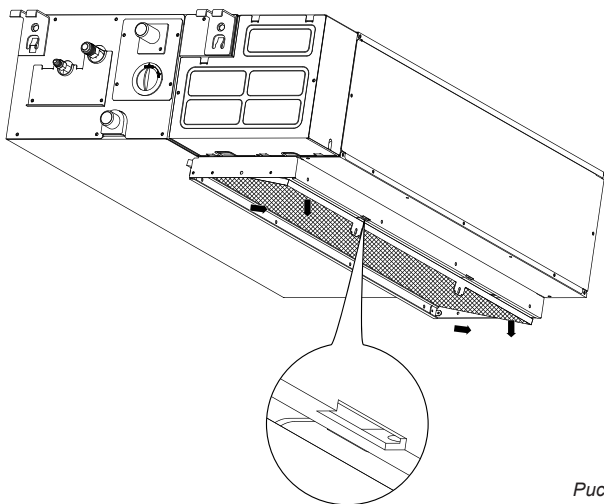

Рис. 5-2
- Если в вашем внутреннем блоке воздушный фильтр расположен снизу, легко нажмите на него вверх, чтобы вывести фиксатор положения из отверстий фиксации фланца, и снимите фильтр, перемещая его в направлении стрелки. (См. рис. 5-2.)